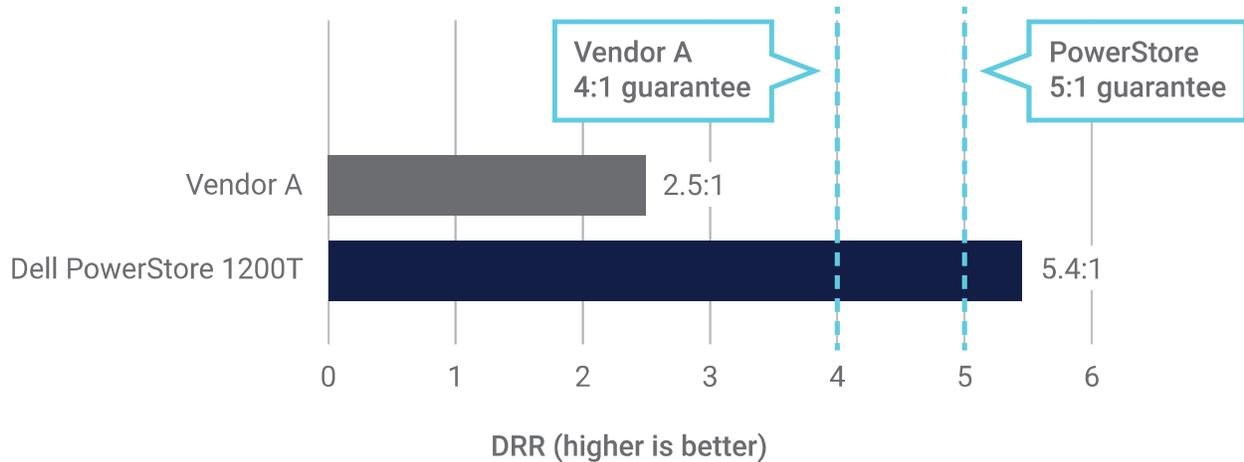

Figura 1 | Comparación de los DRR garantizados y medidos
La capacidad útil o física de una plataforma de almacenamiento representa la cantidad de datos que puede almacenar de forma inmediata antes de aplicar la reducción de datos. La capacidad lógica se mide después de que el sistema operativo (SO) del almacenamiento aplique la compresión y deduplicación de datos a los datos reducibles. Una garantía de DRR promete que, mediante la compresión y la deduplicación de datos, la capacidad lógica de la plataforma de almacenamiento será X veces mayor que su capacidad útil. La versión más reciente de PowerStoreOS incluye una nueva funcionalidad denominada compresión inteligente. En la plataforma PowerStore que probamos, el nuevo sistema operativo ofrecía una reducción de datos hasta un 20 % superior en comparación con la versión anterior del sistema operativo. Según nuestras pruebas, la eficiencia de datos mejorada ofrecía un DRR de 5,4:1 en el conjunto de datos simulado (consulte la Figura 1), lo que respalda la garantía de DRR de 5:1 actualizada de Dell Technologies.¹ La plataforma del proveedor A ofrece una garantía de DRR de 4:1, pero su eficiencia de datos se quedó corta en nuestras pruebas, con un DRR de 2,5:1.² Consulte el Apéndice para obtener información sobre las configuraciones y los procedimientos de prueba.